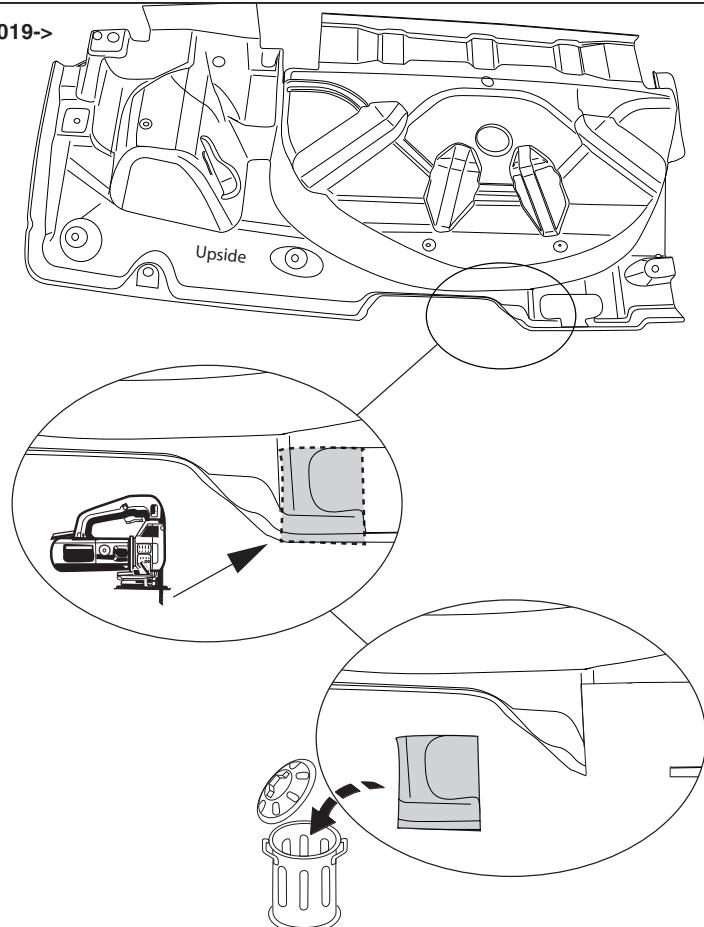

Fig.5
- Для автомобилей T6; 2015-> + T6.1; 09/2019->: Выпилить часть из пластмассового защитного колпака в середине снизу, как указано на рис. 5.